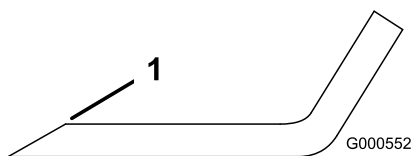

Figura 62
1. Folosii o pilă pentru a ascui marginea de tăiere la ambele capete ale lamei (Figura 62).
Notă: Dacă lama nu este echilibrată, pilii numai din capătul suprafeei velice (Figura 62).